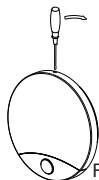

Figure 1
- Enlever le couvercle plastique pour l'ouvrir. (Se référer à la figure 1,2)